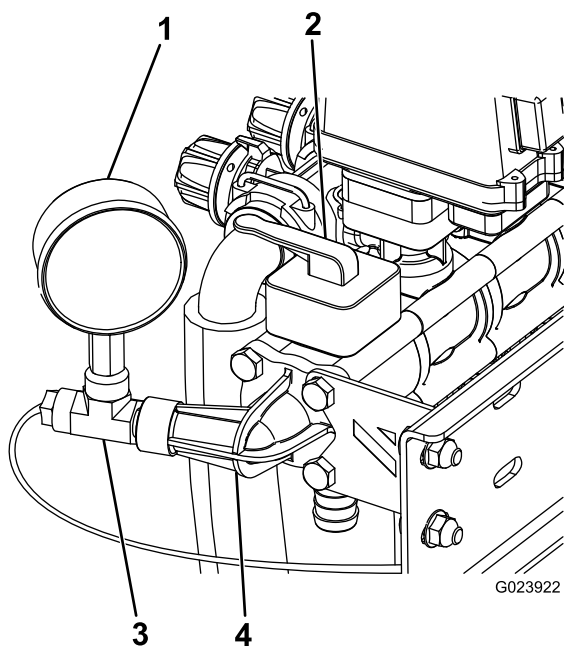

図 11
3. 長いボルト4本を使用して、Oリング、新しいコントロールバルブ、先ほど外した水圧計ポート、それにスタビライジング・ブラケットを取り付ける図 11を参照。